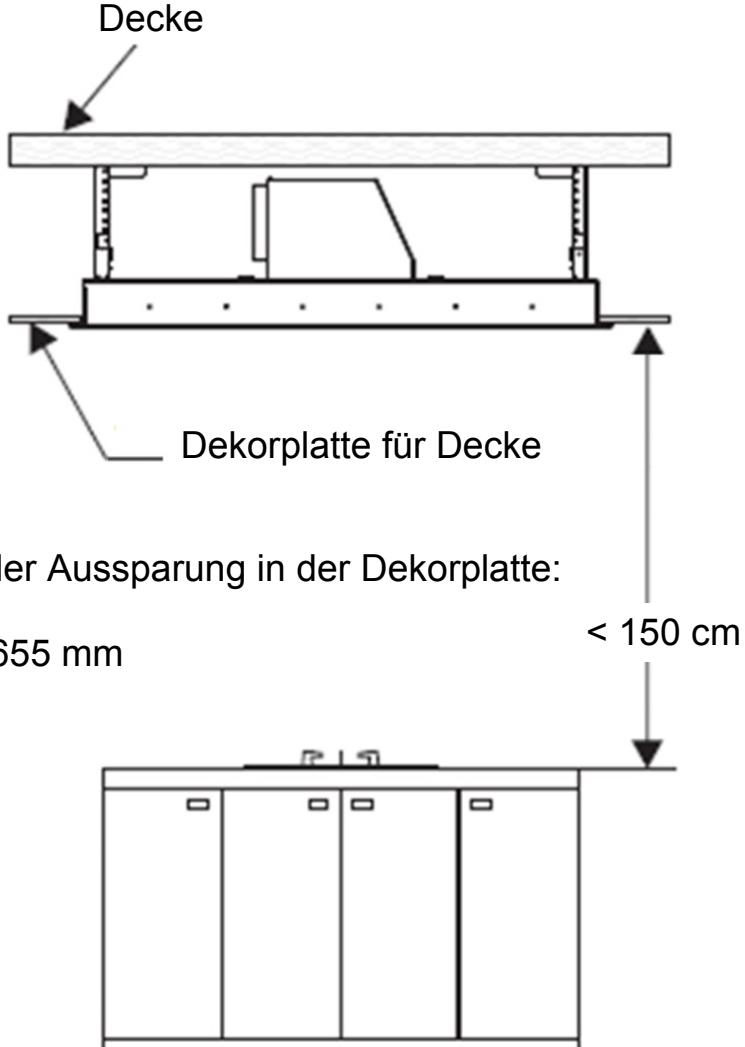

Abb. 1
1. Die Abzugshaube sollte für eine optimale Leistung weniger als 150 cm über der Kochfläche aufgehängt werden. Siehe Abbildung 1